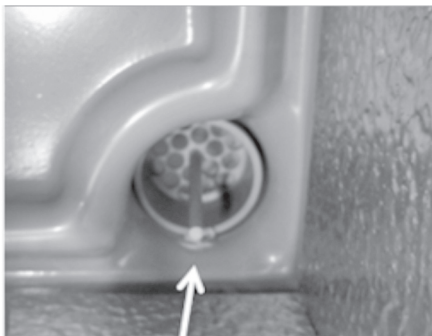

Abb. 14: Tauwasserablauf mit Tauwassersieb (AD)
7. Damit der Tauwasserablauf (Abb. 13) bei AD-Geräten nicht verstopft, muss auch das Tauwassersieb (Abb. 14) regelmäßig gereinigt werden. Das Tauwassersieb kann in einer Kunststoffvariante oder in einer rostfreien Stahlvariante vorhanden sein.